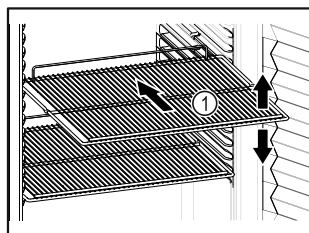

Fig. 18 例图
- ❑ 如果储物区 Fig. 18 (1) 可移动，则根据高度调整储物区。